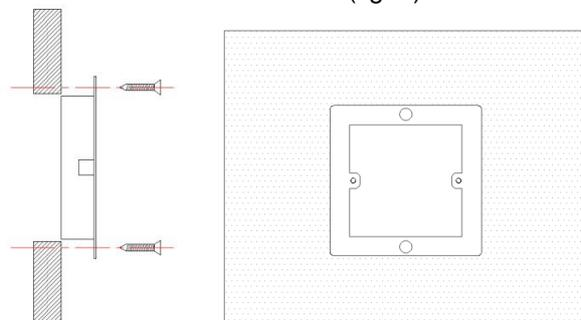
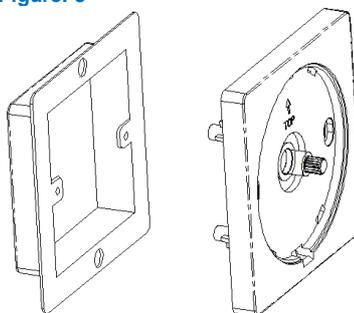

Figure: 3
Figure: 4
2. Découper la paroi en utilisant le boîtier d'encastrement comme gabarit puis visser le boîtier sur la paroi (fig. 3). Visser l'atténuateur sur le boîtier (fig. 4).